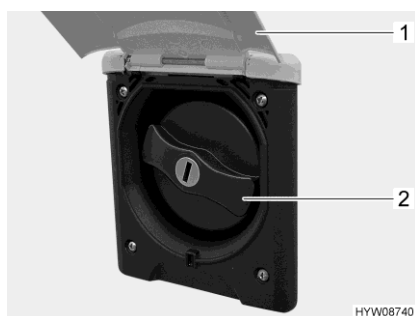

Fig. 100 Tapa de cierre (tubo de llenado de agua potable)
- Girar hacia arriba la trampilla exterior (Fig. 100,1).
- Girar la tapa de cierre azul (Fig. 100,2) un cuarto de vuelta.